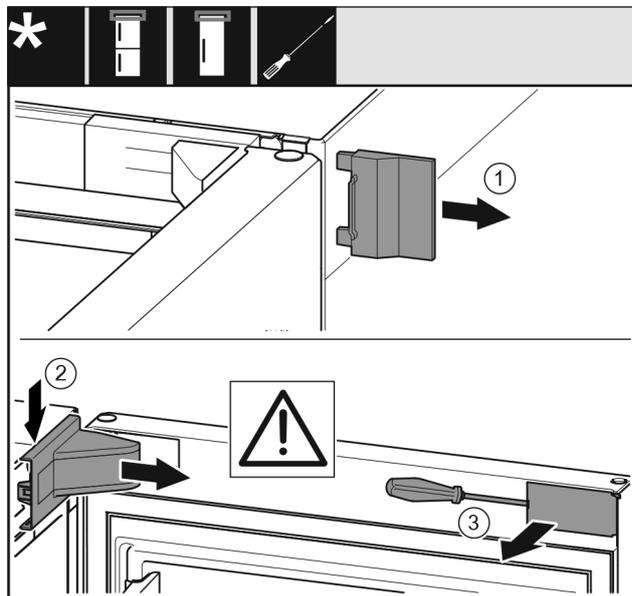

Fig. 7
- ▶ Retire la cubierta exterior Fig. 7 (1).
- ▶ Retire la cubierta del soporte del cojinete Fig. 7 (2) y suéltela.
- ▶ Desenganche la tapa ciega Fig. 7 (3) con un destornillador de punta plana y gírela hacia un lado.